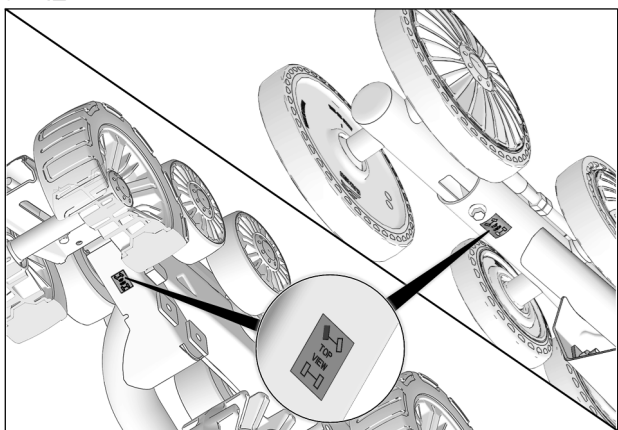

Fig. 2
1. Placer chaque système de traction près de sa position d'installation indiquée sur l'étiquette apposée au châssis. Voir la Fig. 2